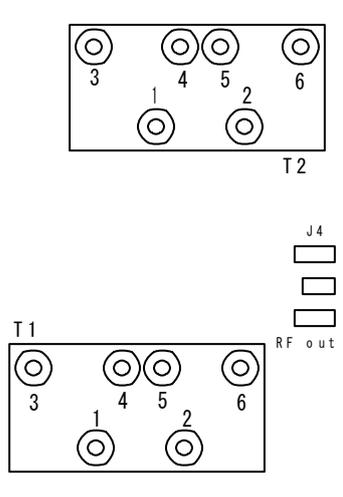

図 2. トロイダルトランスの実装
- ③ トロイダルトランスの実装
①で製作したトロイダルトランスを基板に実装します。図 2 に示すように、コイルのピン番号を対応させて実装してください。4, 5 ピンは燃られているので、どちらに接続しても OK です。